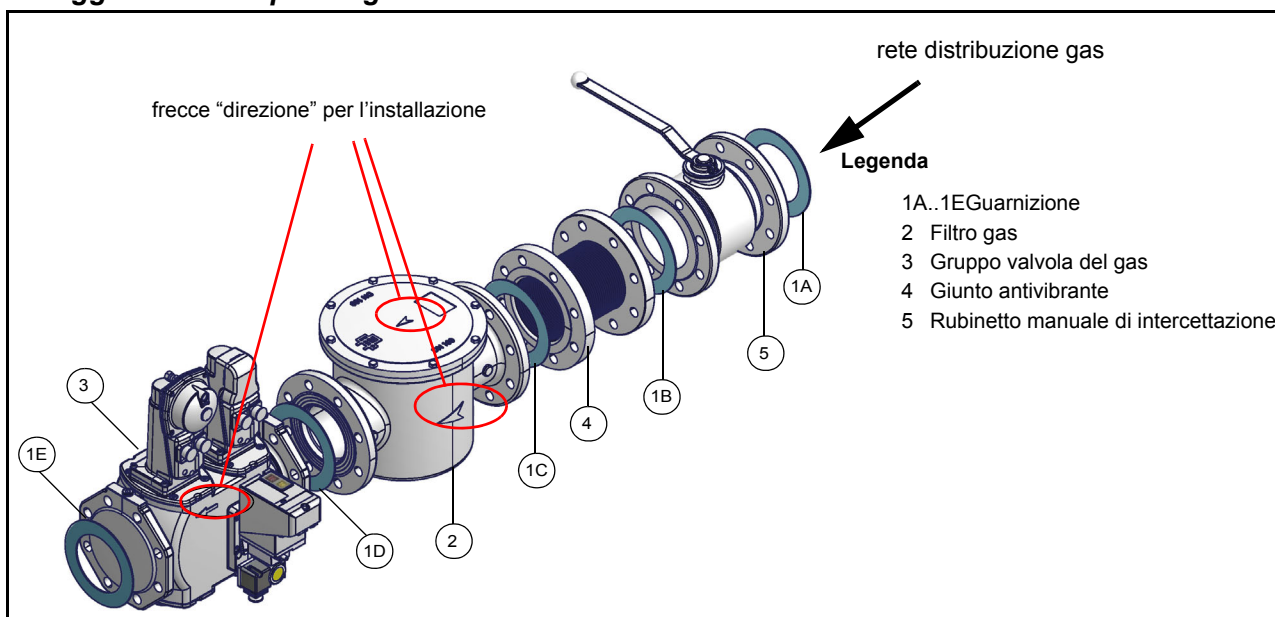

Fig. 4 - Esempio di rampa gas
- 1-b) nel caso di giunti flangiati: interporre tra un componente e l'altro, una guarnizione (n. 1A..1E - Fig. 4) compatibile con il gas utilizzato,
**ATTENZIONE:** una volta montata la rampa secondo lo schema riportato in Fig. 4, deve essere effettuata la prova di tenuta del circuito gas, secondo le modalità previste dalla normativa vigente.